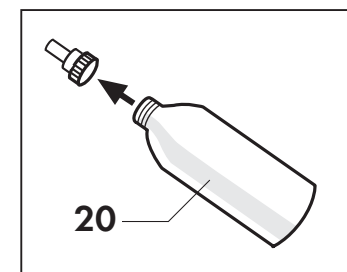

Fig. 2
Desserrer le bouchon présent sur la bouteille (20) fournie; remplir la bouteille avec de l'eau déminéralisée ou de l'eau du robinet; fermer à nouveau la bouteille avec le bouchon fourni. (Fig. 2)